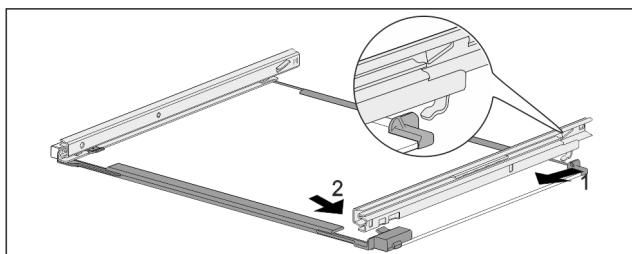

Fig. 134 Skleněná deska s kolejničkami
- Zahákněte kolejničku vzadu. Fig. 134 (1)
- Zaklapněte kolejničku vpředu. Fig. 134 (2)